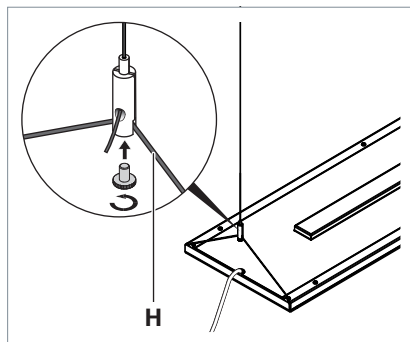

Fig. 9: Fissaggio dell'apparecchio singolo o dell'apparecchio iniziale al fermacavo.
- ▶ Portare il cavo metallico **H** dell'apparecchio nel fermacavo, vedi Fig. 9.